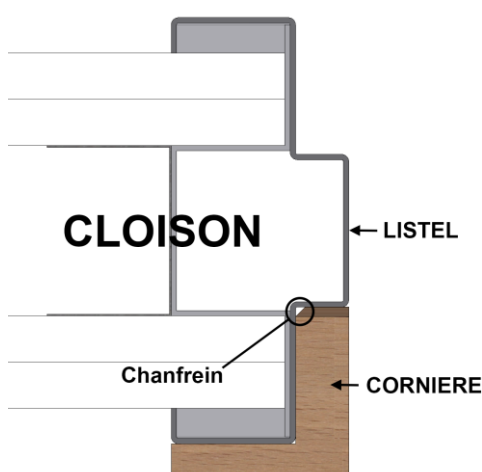

Figure 2
- **Cornière** : Retirer le film adhésif du double-face et emboîter la cornière au montant de l'huissérie en l'appuyant contre, côté le plus court en fond de feuillure contre le listel (voir figure 2 à la page 9).
- **Cornière :** Retirer le film adhésif du double-face et insérer la cornière d'habillage entre les deux autres cornières déjà en place sur les montants, en l'emboîtant à l'angle de la traverse côté double face recouvrant ainsi le parement et comblant la feuillure de l'huissérie existante (voir figure 2 à la page 9).